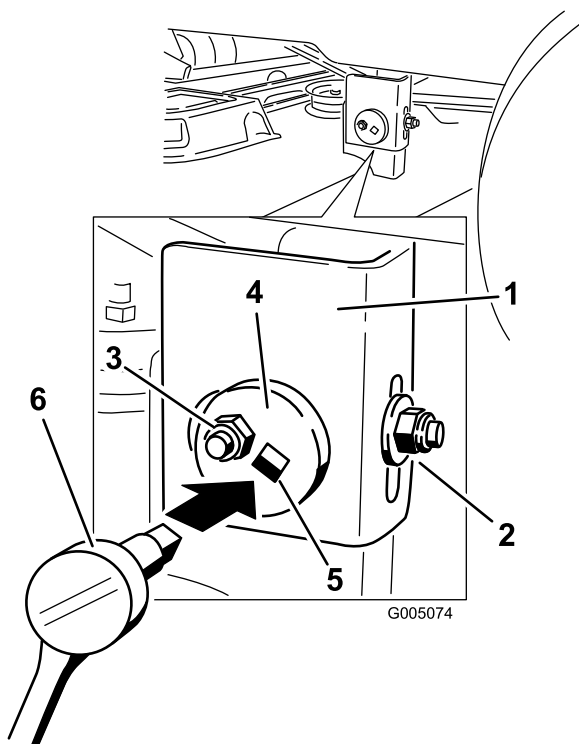

Figura 42
7. Sul lato sinistro della macchina. Allentate, ma non togliete, il dado di bloccaggio posteriore sul supporto di sospensione (Figura 42).
8. Allentate il dado di bloccaggio laterale sul supporto di sospensione appena a sufficienza per poter regolare la piastra centrica (Figura 42). Utilizzate una prolunga di 9,5 mm su una chiave a tubo per manovrare la piastra centrica. Utilizzate la chiave per riposizionare l'altezza del piatto di taglio e regolare l'altezza desiderata.
9. Fermate il piatto di taglio nella posizione regolata e serrate il dado di bloccaggio laterale sul supporto di sospensione per fissare la nuova posizione (Figura 42).